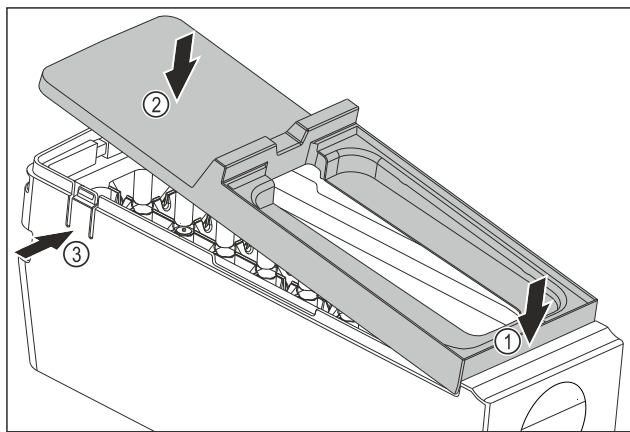

Fig. 94
- Montirajte poklopac tijela sustava EasyTwist-Ice: Postavite poklopac sprijeda. Fig. 94 (1)
- Spustite poklopac straga. Fig. 94 (2)
- ▷ Poklopac će se čujno uglaviti u oba jezička Fig. 94 (3).